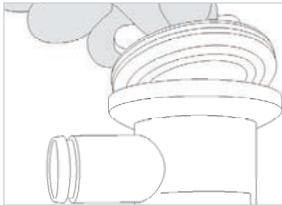

Abbildung 16
- Schrauben Sie die weiße Kappe im Uhrzeigersinn auf die Gehäuserückseite des Phasitron®. (**Abb. 16, 16a**)